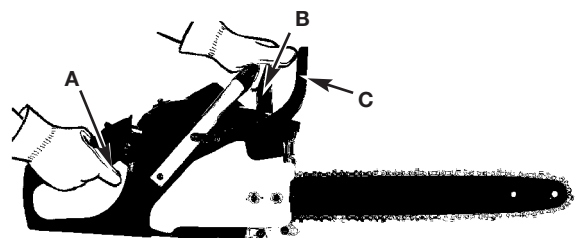

Fig. 42
3. Agarre el mango trasero (A) con la mano derecha (Fig. 42).
4. Con la mano izquierda, sostenga firmemente el mango delantero (B) (no la manija del Chain Brake® [C]) (Fig. 42).
5. Apriete el gatillo de aceleración hasta 1/3 de aceleración, inmediatamente después active la manija del Chain Brake® (C) (Fig. 42).